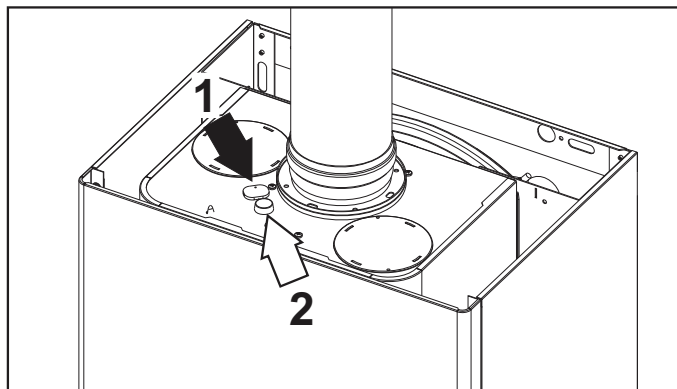

fig. 28 - Análisis de los humos DIVAtop MICRO LN F 24
En la parte superior de la caldera hay dos puntos de toma, uno de humos (ref. 1 - fig. 28) y otro de aire (ref. 2 - fig. 28). Para efectuar las tomas, proceder del siguiente modo: